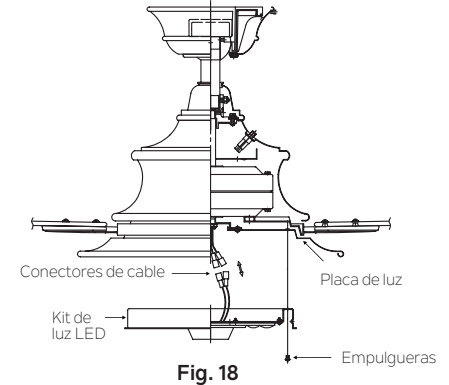

Fig. 18
Mantenga el kit de luz LED cerca de la placa de luz y conecte los cables blancos de la placa de enchufe y el ventilador presionando los conectores. Siga el mismo procedimiento con los conectores de cable negro. (Fig. 18)
**Paso 2.** Meta las conexiones cuidadosamente en la placa de luz. Coloque los orificios de la llave en el kit de luz LED sobre los 2 tornillos previamente aflojados de la placa de luz, gire el kit de luz LED hasta que encaje en su lugar en la sección estrecha de los orificios de la llave. Asegure apretando los tres tornillos. (Fig. 18)